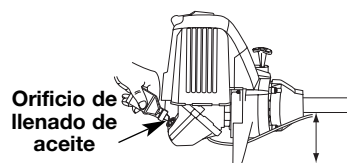

Fig. 8
2. Coloque la unidad sobre una superficie plana (Fig. 8).
**ADVERTENCIA:** Evite los arranques accidentales. Colóquese en posición de inicio cuando tire de la cuerda de arranque (Fig. 8). El operador y la unidad deben estar en una posición estable al arrancar la unidad para evitar graves lesiones personales.